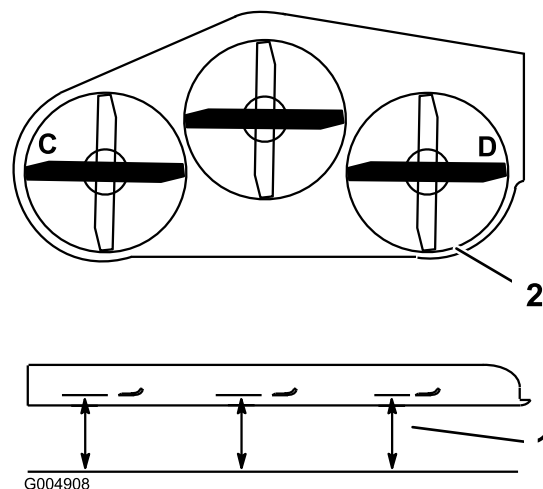
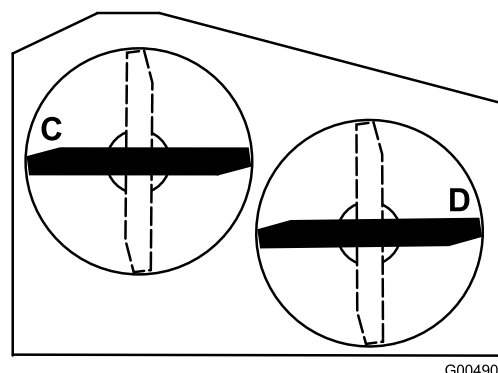

Figura 67
Figura 68
- Coloque las cuchillas en posición lateral. Mida en las posiciones C y D desde una superficie nivelada hasta el filo de corte de los extremos de la cuchilla (Figura 67). Para las plataformas de cortacésped de 36 pulgadas, consulte la Figura 68.